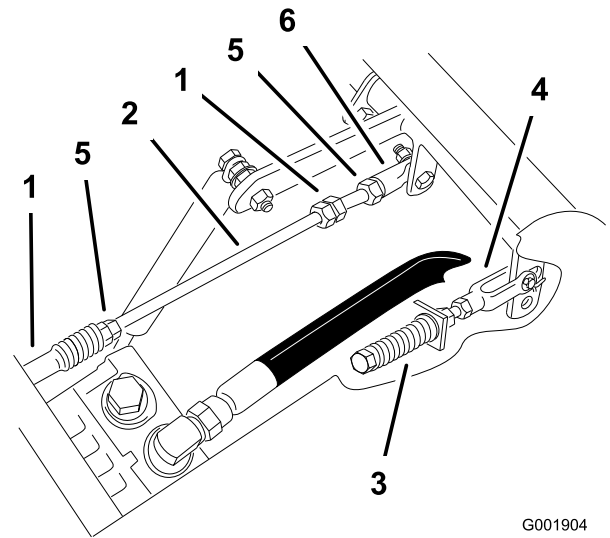

Figura 79
6. Apriete las contratuercas de las articulaciones esféricas (Figura 79).
- Afloje las contratuercas de la articulación esférica de la varilla de control de la bomba (Figura 79).
- Ajuste la longitud de la varilla de la bomba girando las tuercas dobles de la varilla, en el sentido apropiado, hasta que la rueda quede estacionaria o se mueva muy lentamente en marcha atrás (Figura 79).